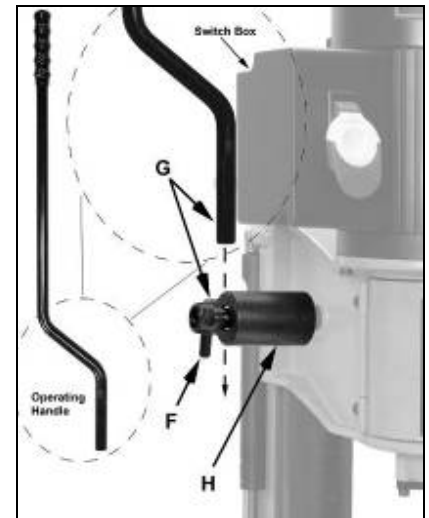

Fig 4
Fixieren Sie den Handhebel (G, Fig 4) in der Nabe (H) mit der Klemmschraube (F).